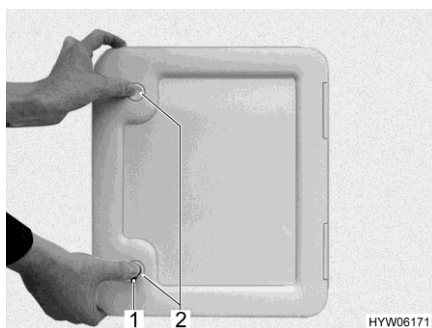

Fig. 163 Trampilla (depósito de aguas fecales)
- Abrir la trampilla para el depósito de aguas fecales en el exterior del vehículo. Para esto, introducir la llave en el cilindro de cierre del cierre a presión (Fig. 163,1) y girarla un cuarto de vuelta en sentido de las agujas del reloj.
- Presionar ambos cierres a presión (Fig. 163,2) al mismo tiempo con el pulgar y abrir la trampilla para el depósito de aguas fecales.